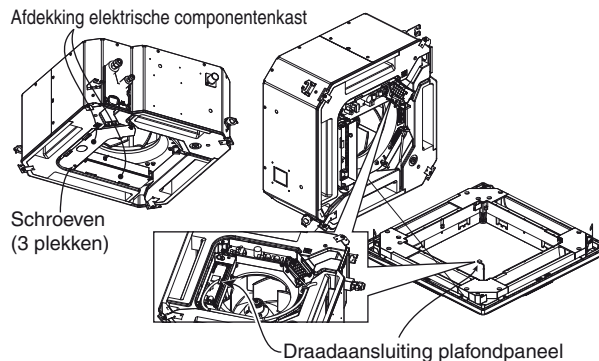

Afb. 7-10
- Als er ruimte zit tussen het paneel en het plafond, moet u het plafondpaneel vast laten zitten en de fijnafstelling doen door de installatiehoogte van de unit te veranderen zodat de ruimte tussen het paneel en het plafond verdwijnt. (Afb. 7-10)